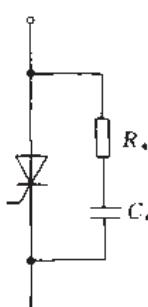

图 2.3.19 晶闸管换相过电压阻容保护电路
(2) 换相过电压保护 在晶闸管侧并联 RC 阻容电路, 见图 2.3.19, 不仅可以抑制换相过电压, 而且还有动态均压和抑制  $du/dt$  的作用, 因此是保护晶闸管不可少的方法之一。参数计算见表 2.3.16。